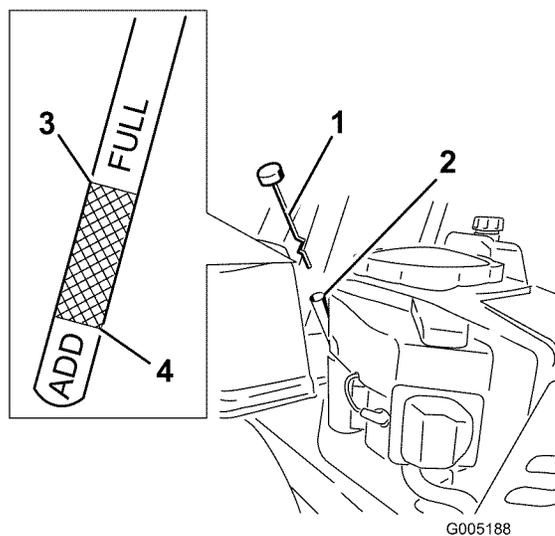

Figura 28
4. Retire la varilla; limpie el aceite Figura 28 Vuelva a colocar la varilla en el tubo, con el tapón descansando sobre el tubo. No enrosque el tapón en el tubo.
5. Retire la varilla y compruebe el nivel de aceite. Figura 28.
8. Retire el tapón de llenado/varilla (Figura 28).
14. Vierta lentamente un 80% aproximadamente de la cantidad especificada de aceite por el tubo de llenado (Figura 28).
15. Instale el tapón de llenado/varilla (Figura 28).
16. Compruebe el nivel de aceite (Figura 28); consulte Verificación del nivel de aceite.
18. Instale el tapón de llenado de aceite y apriételo firmemente. Figura 28